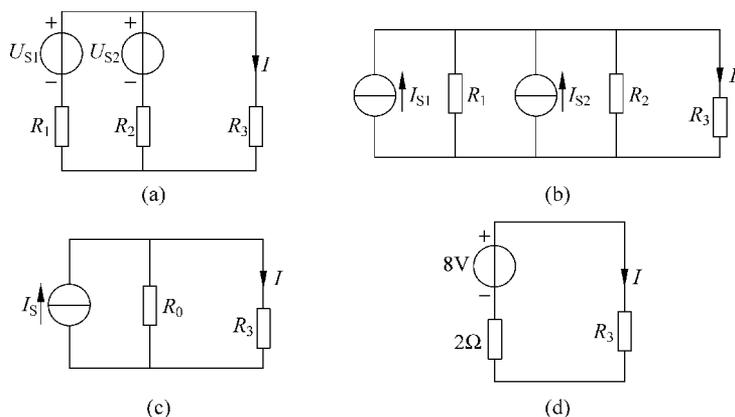

图 1-14 例 1.3 的电路
**【例 1.3】** 在图 1-14(a)所示的电路中,已知  $U_{S1} = 12\text{V}$ ,  $U_{S2} = 6\text{V}$ ,  $R_1 = 6\Omega$ ,  $R_2 = 3\Omega$ ,  $R_3 = 1\Omega$ ,求  $I = ?$
**解:**先将两个并联的电压源转换为电流源,如图 1-14(b)所示,其中
然后,将两个恒流源合并为一个如图 1-14(c)所示的恒流源。其中
可以从 1-14(c)图中利用分流关系求得  $I$ ,也可以将电流源转换为电压源[见图 1-14(d)]进行计算。